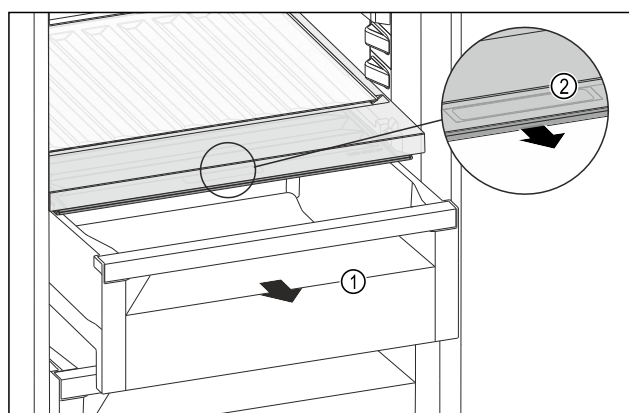

Fig. 170
- Schuifvak Fig. 170 (1) uittrekken.
- Greeplijst Fig. 170 (2) op het vakdeksel vastpakken en het vakdeksel gelijktijdig naar voren trekken.